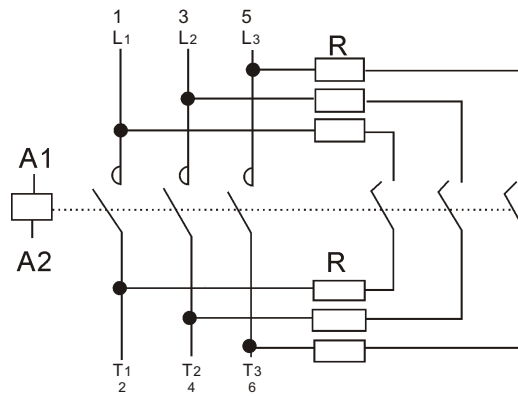

图 4
■ 主线路（见图4） Main line (see picture4)